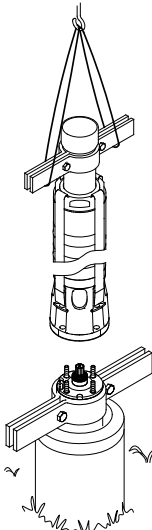

Fig. 16 Ridicarea pompei în poziție
3. Ridicați partea de pompă cu ajutorul brățărilor de țevi montate pe țeava verticală. Vezi fig. 16.